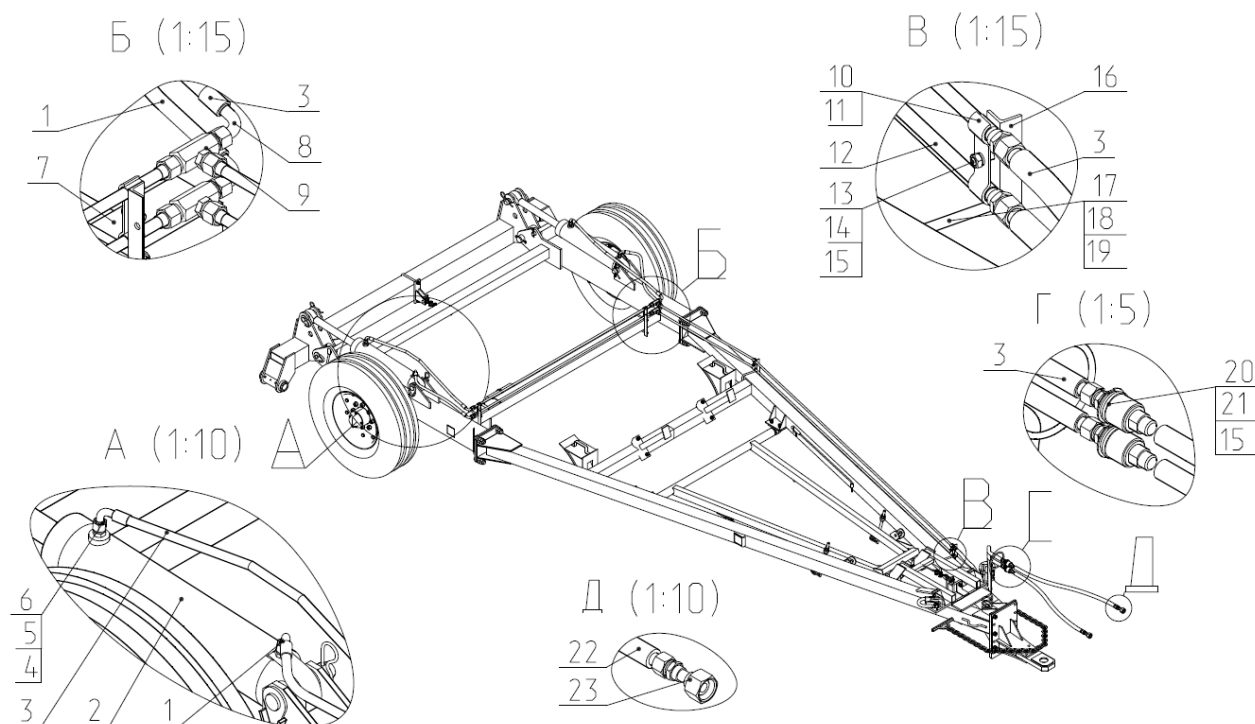

Рис.14 Гидросистема.
2.1.9 Гидросистема бороны (рис. 14) служит для подъема и опускания рабочих органов на развороте, а также при переводе бороны в транспортное положение. Гидросистема состоит из двух гидроцилиндров 2, соединяющих раму дышла с центральной балкой, трубопроводов 7,12, рукавов высокого давления 1, 3, 22 соединительной гидроарматуры, держатель 16 и болтокрепежа (для закрепления гидротрассы).
6.15 Произвести монтаж гидротрассы согласно рис.14. Трубопроводы закрепить, используя, держатель, планку, прокладку, болты скобы и гайки.